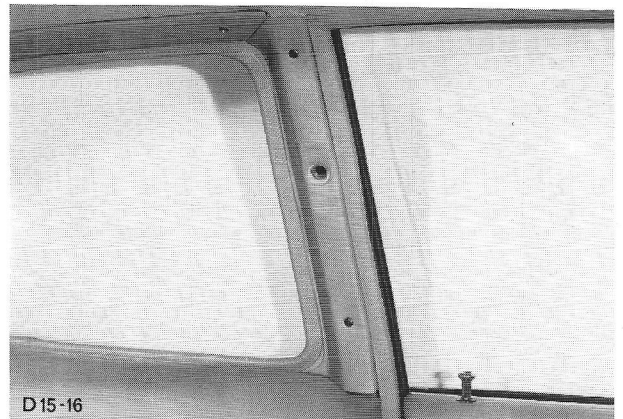

Fig.152 Paneel op middenstijl B.
3. Verwijder de 2 schroeven waarmee het paneel op middenstijl B is bevestigd (fig.152).